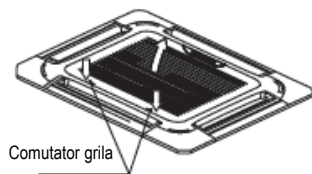

Fig. 5-9
- Culisati cele doua butoane ale grilei spre mijloc in acelasi timp si apoi trageti in sus. (Consultati fig. 5-9)